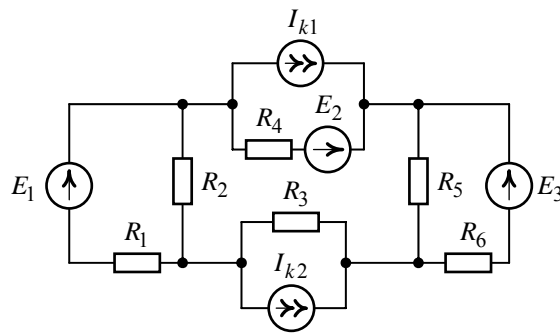
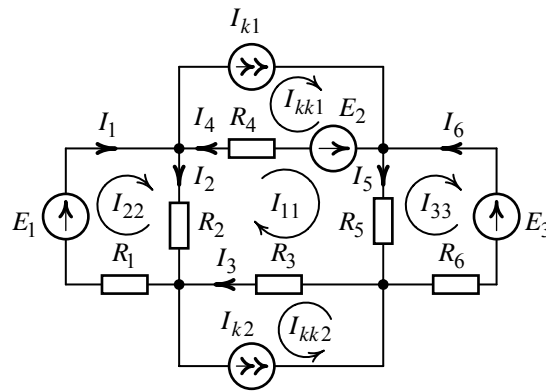

Рис. 4.5
Рис. 4.6
Требуется рассчитать токи в ветвях цепи (рис. 4.5), если $E_1 = 18 \text{ В}$, $E_2 = 24 \text{ В}$, $E_3 = 36 \text{ В}$, $I_{k1} = 4 \text{ А}$, $I_{k2} = 5 \text{ А}$, $R_1 = 2 \text{ Ом}$, $R_2 = 4 \text{ Ом}$, $R_3 = 6 \text{ Ом}$, $R_4 = 3 \text{ Ом}$, $R_5 = 8 \text{ Ом}$, $R_6 = 5 \text{ Ом}$. Расчеты выполнить методом контурных токов.
1. Преобразуем цепь (рис. 4.5) к виду, более удобному для расчета, объединив в один узел узлы равного потенциала (рис. 4.6).
Цепь (рис. 4.6) содержит восемь ветвей ($m_b = 8$), четыре узла ($n_y = 4$). Две ветви содержат источники тока I_{k1} , I_{k2} ($n_t = 2$).
Зададимся произвольным положительным направлением токов в ветвях схемы и обозначим их, как указано на рис. 4.6.
7. Определяем действительные токи в ветвях схемы (рис. 4.6):